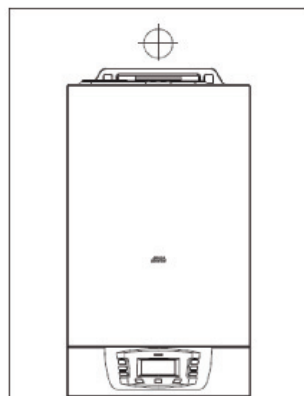

рис.12.
- е) далее котел навесьте на подвесную панель (рис. 12).